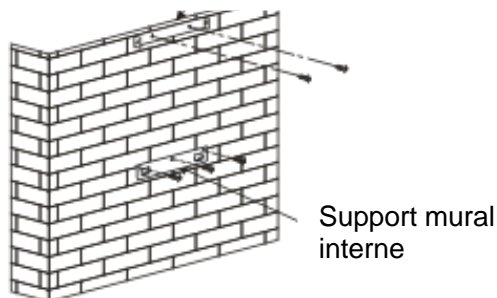

Fig.2
3. Percez des trous de 5 ϕ 8 mm dans un endroit approprié pour accrocher le crochet et le support de cheminée une fois que la hauteur de l'installation est fixée et maintenez-la en ligne. La position fixe du support de cheminée intérieure est le lieu de la cheminée. Voir Fig. 2.
4. Visser et serrer le crochet au mur avec les 3 vis (4 mm x 40 mm) et les chevilles fournies. Utiliser ensuite 2 vis ST4 * 40mm pour fixer le support de cheminée intérieure. Voir Fig. 2.